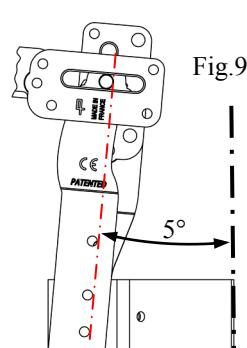

Fig.9
- les montants tibiaux doivent présenter une inclinaison de 5° vers le haut et l'avant par rapport à la face antérieure de l'embrasse (fig.9)